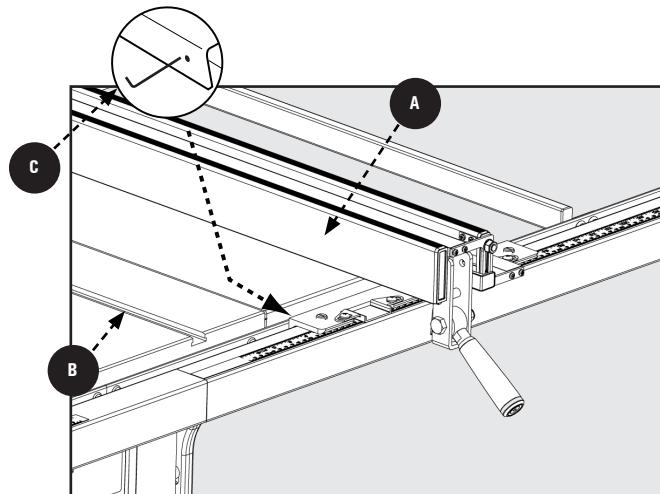

Figura 31
- Si la parte frontal de la guía **A**, Figura 31, no está paralela a la ranura del inglete **B**, eleve la palanca de sujeción y levante la guía, luego colóquela sobre la mesa de la sierra.